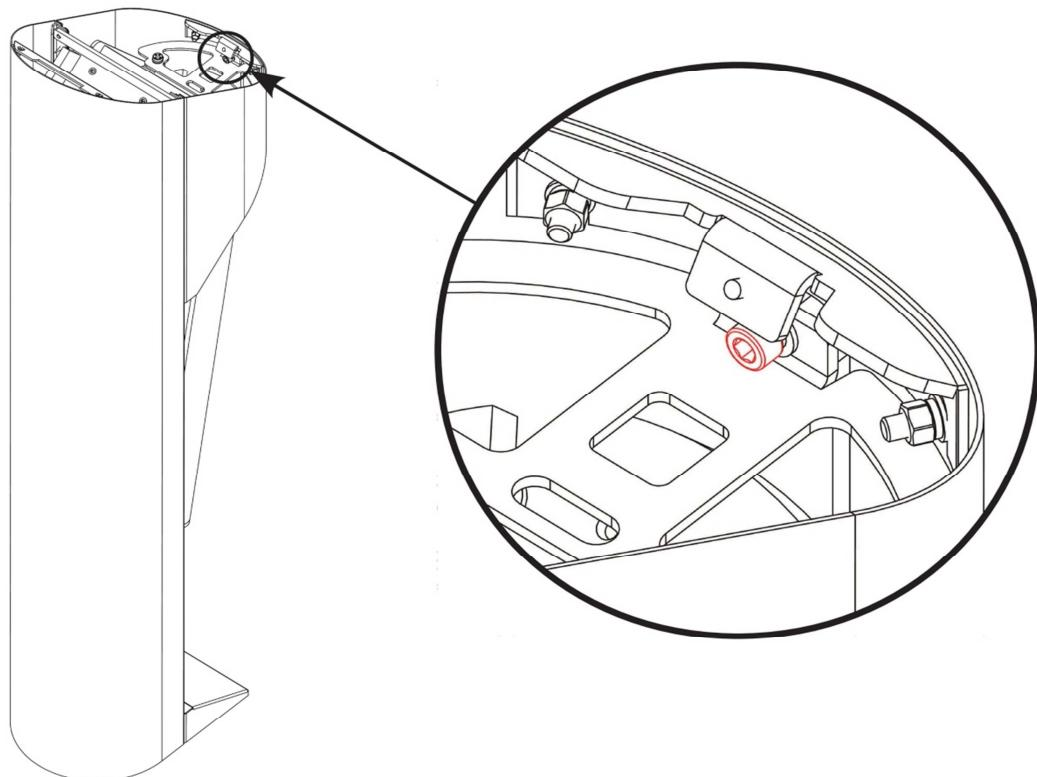

Рис. 9
- отверните винт M6 ГОСТ11738-84 (рис. 9);